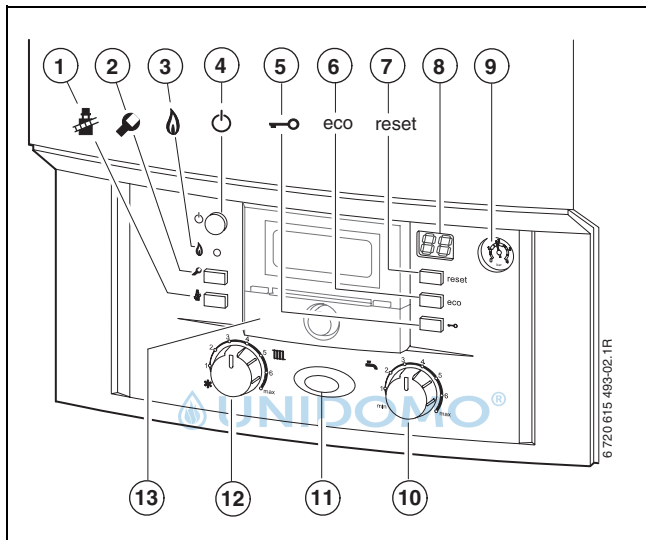

Bild 8
- witterungsgeführter Regler im Gerät eingebaut, → Bild 8, [13], Seite 24. Daraus ergibt sich eine Erweiterung der Bedienelemente am Gerät.